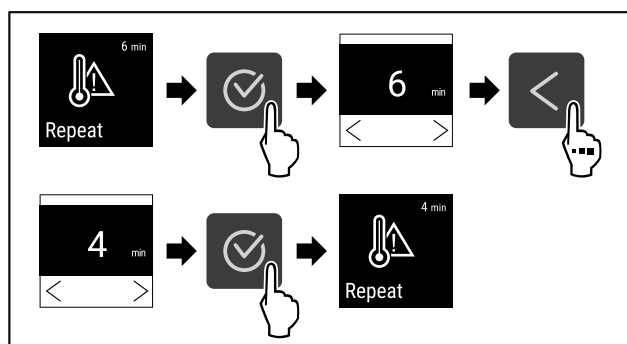

Fig. 100
- ▶ Izvedite zahtevane korake (glejte Fig. 100).